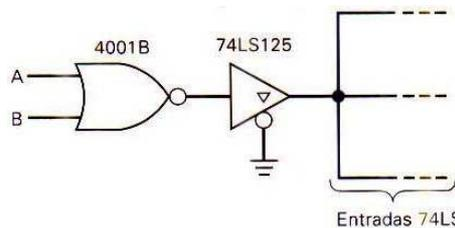
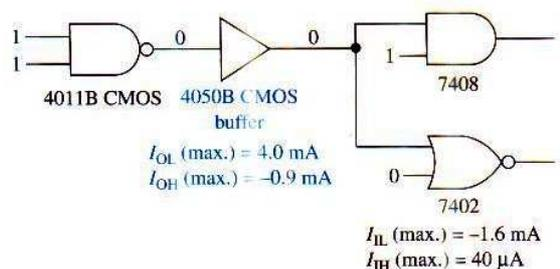

Figura 19: Uso de *buffer* de corrente de pastilhas CMOS para TTL.
Figura 20: Uso de *buffer* CMOS de porta CMOS para TTL.
O problema aqui está relacionado com as correntes exigidas pelas pastilhas TTL principalmente no caso de nível lógico BAIXO. A solução para estes casos é o uso de um buffer com capacidade de drenar a corrente exigida para a pastilha TTL em questão. Uma solução pode ser adotar o 74LS125, um buffer de três estados não-inversor, permanentemente habilitado e que consegue ser sensibilizado pela pastilha CMOS – ver figura 19. Outra solução é adotar um *buffer* CMOS: o CI 4050B que é capaz de drenar a corrente necessária para 10 portas TTL da série 74LS – ver figura 20.
**Solução:** Uso de um *buffer* para drenar a corrente necessária para sensibilizar a pastilha TTL – ver figura 19.